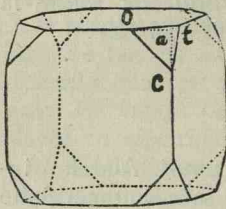

Fig. 52. Cubul cu unghiurile solide tăiate printr'o față oct.
**Formă primitivă și formă derivată.** Să ne închipuim că tăem unghiurile solide ale cubului prin câte o față, fig. 52 și că prelungim fețele până se întretae între ele. Rezultă atunci o altă formă